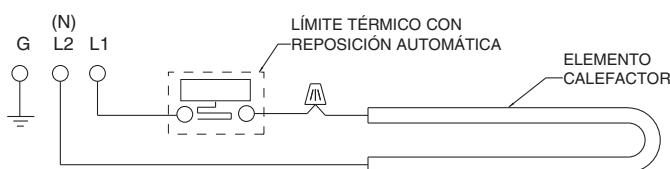

Figura 2. Diagrama de conexionado
2. Los procedimientos de cableado y las conexiones deben estar de acuerdo con el Código Eléctrico Nacional (NEC) de los EE. UU. y los códigos locales. Consulte el Diagrama de conexiónado que está en el calefactor y en la Figura 2. Asegúrese de que todas las conexiones eléctricas estén firmes, para evitar posibles sobrecalentamientos. Utilice cables de alimentación de cobre únicamente.
11. No retire ni puentee el (los) control(es) de límite de seguridad, ya que esto podría crear en el calefactor un riesgo de incendio; vea el diagrama de conexiónado del calefactor, que se incluye en el calefactor y se reproduce en la Figura 2.